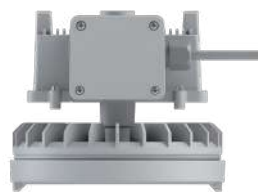

Figura 13
- Após a interligação dos fios aos conectores, fechar a tampa da caixa de ligação da luminária, apertando os parafusos M4 com torque de 1,0N.m, e por fim fazer o aperto do prensa cabo. Ver figura 13.